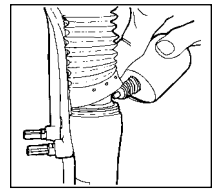

Fig. 4
1. Levante los guardapolvos de los tubos inferiores. Limpie las superficies exteriores, el área de la junta autolubricada Resi-wiper y el tubo superior. Aplique 2 ó 3 gotas de aceite reforzado con teflón en la junta de estanqueidad Resi-wiper de los tubos superiores. (Ver Fig. 4)